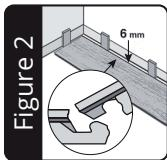
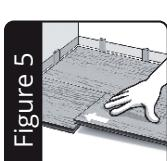
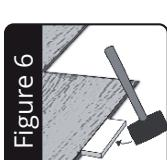
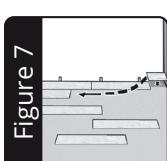

Figure 2
Figure 5
Figure 6
Figure 7
2. Die Verlegung sollte in einer Ecke begonnen werden (linksseitig) und mit der Nut zur Wand. Beachten Sie einen Randabstand von 6 mm, um Bewegungen des Unterbodens auszugleichen (Abbildung 2).
6. Rasten Sie das Paneele dann eng an der ersten Reihe (lange Seite) mit einem Einbringwinkel von 10-20 Grad ein. Das zweite Paneele verbinden Sie durch Einrasten an der langen Seite und anschliessendes Schieben zur kurzen Seite des ersten Paneeles. Üben Sie dann einfach einen leichten Druck aus. Siehe Abbildung 5. Verwenden Sie gegebenenfalls auch einen Schlagklotz und einen Gummihammer an den langen Seiten um sicherzustellen, dass die Paneele eng miteinander verbunden sind. Siehe Abbildung 6.
ANMERKUNG: Achten Sie beim Kürzen von RIGID SPC Paneeelen darauf, dass Sie immer die kurze Seite mit der Feder abschneiden (Abbildung 2). Das verbleibende Stück kann dann am anderen Raumende verwendet werden um die Reihe abzuschliessen (Abbildung 7), sofern die Grundfläche dies zulässt.
2. Installation should start in a corner (left hand) and proceed from the wall with the tongue facing the wall. Allow a minimum gap of 6 mm for subfloor movement which can be covered by molding (Figure 2).
6. Attach the plank tightly against the first row (long side) again at a 10-20 degree angle. Then attach the second plank by connecting the long side to the first row and sliding it up to the short end of the first plank. Then simply drop and press. See Figure 5. If necessary, use a tapping block and mallet on the long seams to ensure a nice tight fit. See Figure 7.
Note: When cutting Strong SPC for length, be sure to always cut the short side of the plank with the groove edge (Figure 2). The remaining piece can then be used on the opposite side of the room, at the end of that row (Figure 7) if layout permits.